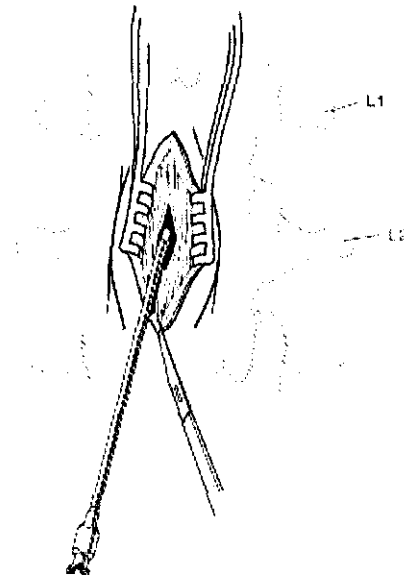

FIGURA 23
1. Realice una incisión longitudinal de aproximadamente 3 a 7 cm de longitud a la profundidad del ligamento intervertebral centrado sobre la aguja o la guía Introduce. Tenga mucho cuidado para no cortar el Introduce o la propia derivación (ver Figura 23).